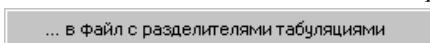

Рис. 3.2.2. Подменю “База деталей-Экспорт”.
- **Экспорт.** Подменю предназначено для экспорта содержимого базы деталей в текстовый формат с разделителями табуляциями (рис. 3.2.2).